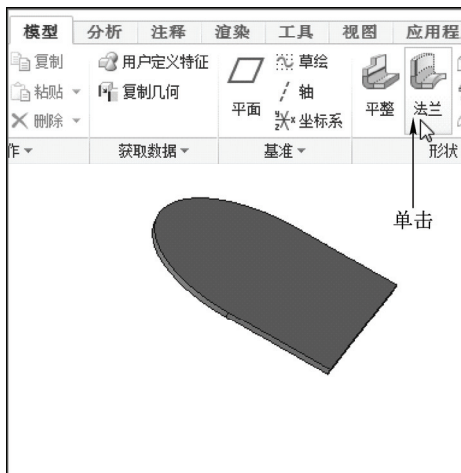

图 13-18 单击“法兰”按钮
STEP 02 在功能区选项板的“模型”选项卡中，单击“形状”面板中的“法兰”按钮, 如图 13-18 所示。